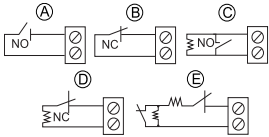

Figura 6: opciones de cableado auxiliar
**Nota:** En la figura 6 E se ilustra la configuración de una resistencia de doble fin de línea (DEOL), que está disponible en función de la versión del software del panel.